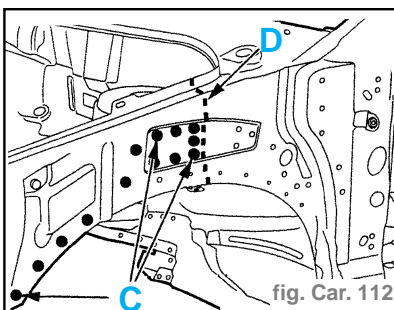

fig. Car. 112
- Souder par points électriques (suivant G) (avec l'équipement AB1) (fig. Car. 112).